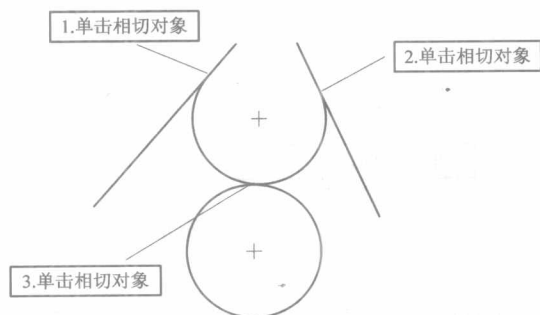

图 2-12 草绘三点相切弧
(4) 三点相切弧：单击三点相切弧图标，先在第一参照几何上单击相切圆弧的起点，再单击第二参照几何以确定相切圆弧的终点，拖动鼠标至第三参照几何，系统会自动捕捉与之相切的点，单击确认三相切圆弧的草绘，如图 2-12 所示。